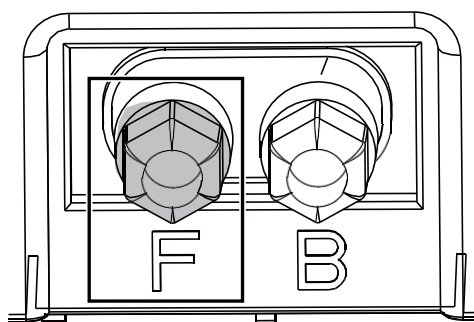

Fig. 10 : branchement du fil périphérique (arrivée)
10. Raccordez la fin du fil au terminal de gauche (rouge) (voir fig. 10).